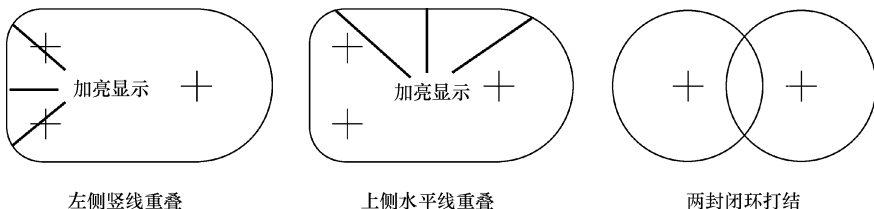

图 3-11 重叠几何
(3) :【重叠几何】按钮。单击该按钮，若草绘图形中有重复绘制的图线，则与重复图线相关的图线呈加亮显示，用于检测草绘图形不闭合的第二种原因——有重叠几何。图 3-11 所示为 3 种有重叠图线出现的情况：第一种情况是左侧竖线为重叠线；第二种情况是上侧水平线为重叠线；第三种情况为有打结的两个环。